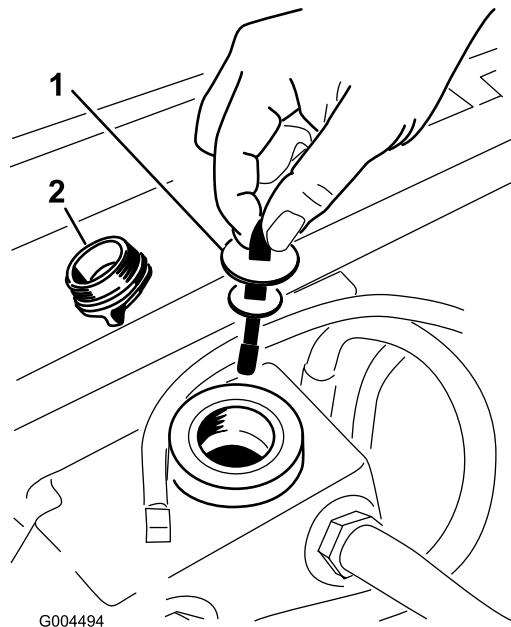

Figura 66
5. Retire el tapón de llenado de aceite hidráulico (Figura 66) del cuello de llenado.
- 6. Retire la varilla y límpiela con un paño limpio (Figura 66).
- 7. Introduzca la varilla en el cuello de llenado; luego retírela y verifique el nivel del aceite (Figura 66).